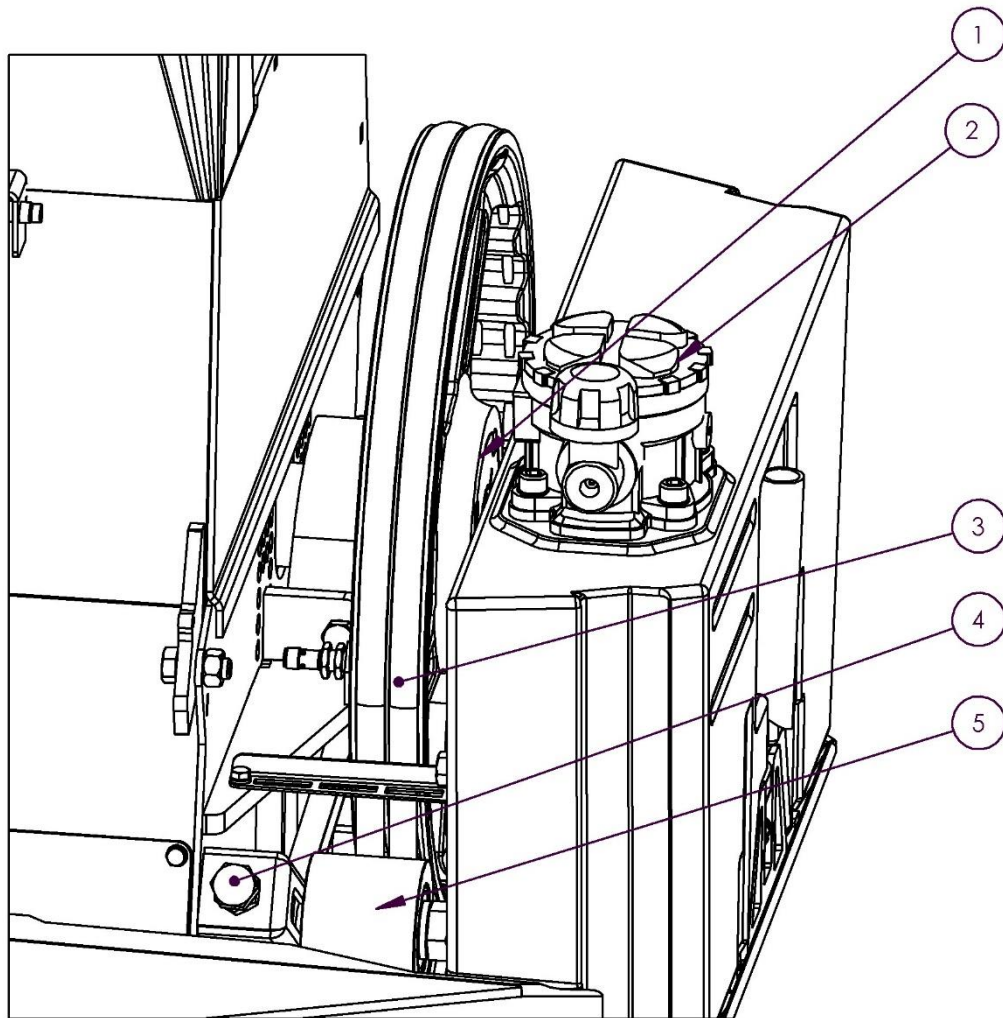
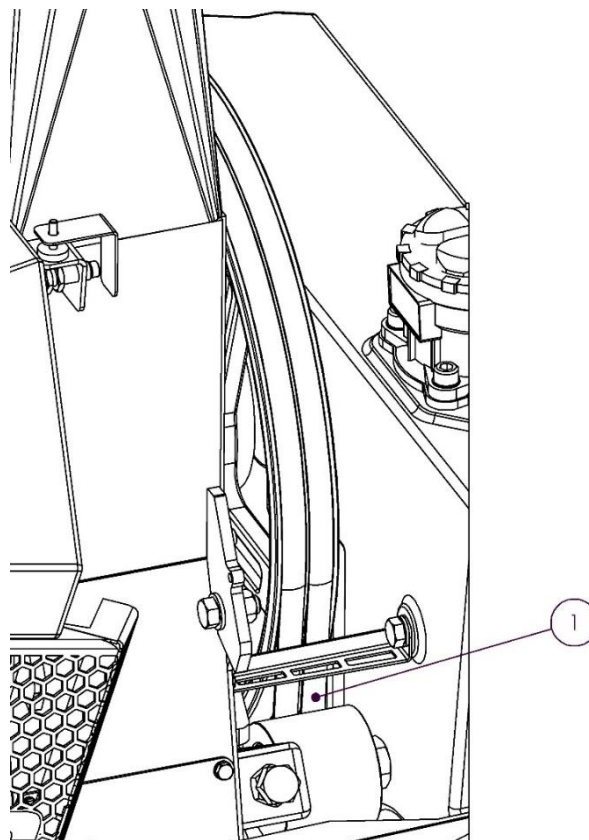

Abbildung 13
Abbildung 18
- Riemenscheiben und den Taper-Lock auf der Schwungradwelle prüfen. Siehe Abbildung 13.
Alle Antriebsriemen befinden sich unter der Frontabdeckung, siehe Abb. 13. Prüfen Sie die Spannung an den mit den Pfeilen dargestellten Positionen, siehe Abb. 18. Prüfen Sie die Spannung und stellen Sie sie wie folgt ein: